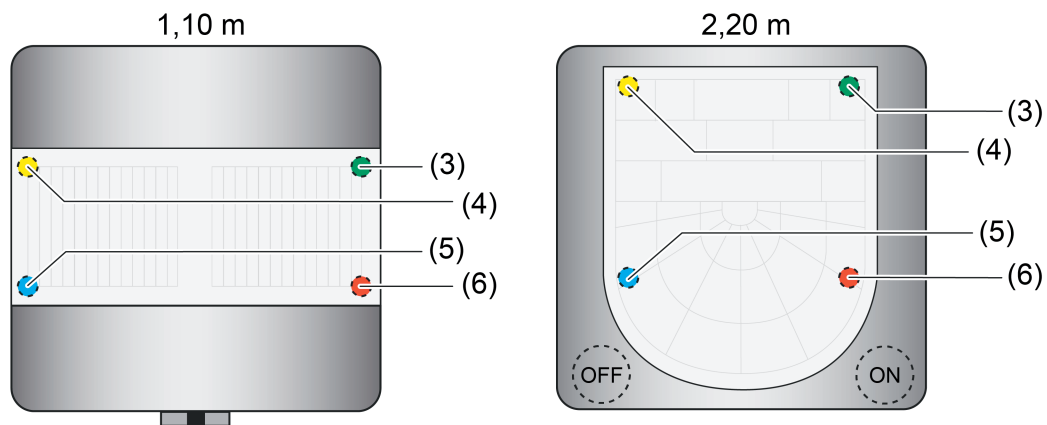

Bild 33: Anordnung der LED zur Anzeige der Betriebszustände
Hinter der PIR-Linse sind 4 LED positioniert, die den Betriebszustand des Geräts signalisieren. Bedarfsweise kann für den Funktionsblock eine aktive Betriebsart "ON" durch eine grüne LED (3) und eine aktive Betriebsart "OFF" durch eine gelbe LED (4) zur Anzeige gebracht werden (Bild 33). Ob die Anzeige der Betriebsarten durch die LED erfolgt, wird für "ON" und "OFF"